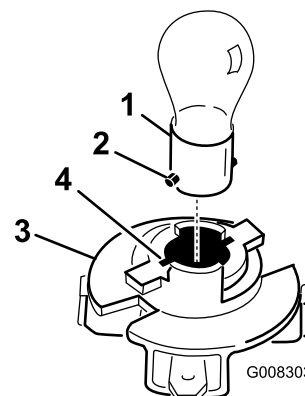

Bild 31
1. Richten Sie die Metallstifte am Birnensockel mit den Schlitzen in der Birnenfassung aus und setzen Sie den Sockel in die Fassung (Bild 31).
3. Richten Sie die Nasen an der Birnenfassung mit den Schlitzen im Reflektor aus (Bild 31).
8. Drücken Sie die Birne hinein, drehen Sie sie entgegen dem Uhrzeigersinn bis zum Anschlag (ca. 1/4 Umdrehung) und nehmen Sie sie aus der Birnenfassung heraus (Bild 31).